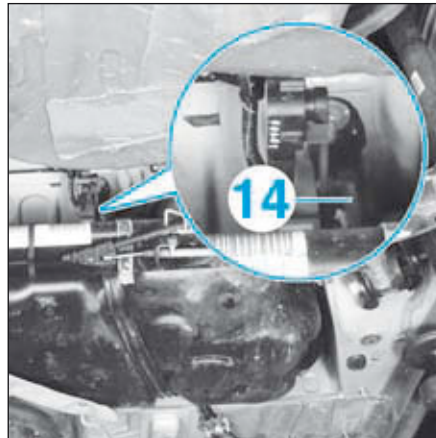

FIG.66
- Désaccoupler, sur les versions équipées de lampes au xénon, la biellette (14) au niveau l'essieu arrière (Fig.66).